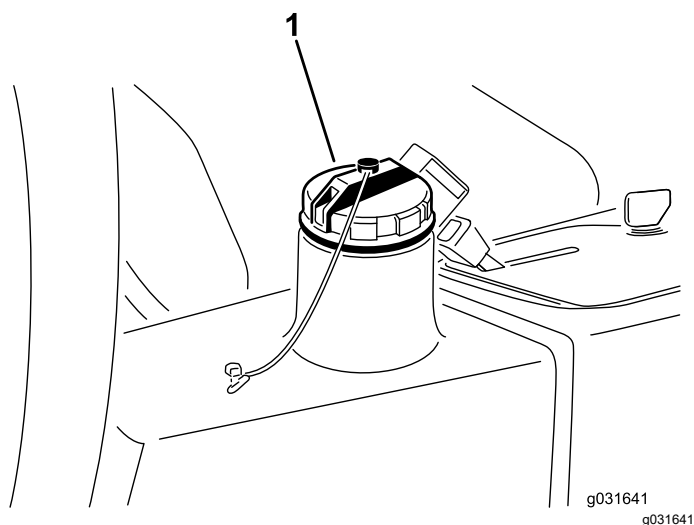

図 66
4. 油圧オイルタンク **図 66** に約 13.2 リットルの油圧オイルを入れる **油圧作動液の仕様** (ページ 50)と**油圧オイルの量を点検する** (ページ 51)を参照。